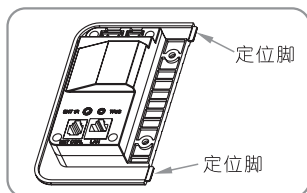
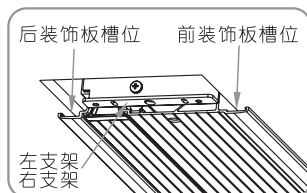
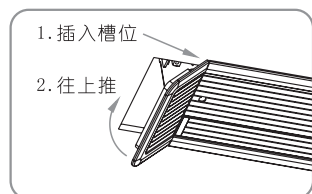

图23
图24
图25
11. 安装左右装饰盖，把装饰盖的定位脚 (图23) 斜向插入银幕左右侧前装饰板和后装饰板的槽内 (图24)，轻轻用力向上推 (图25)，用附件的 M4x10 机丝把装饰盖固定在支架上，并塞上螺丝装饰盖，见图26-27。